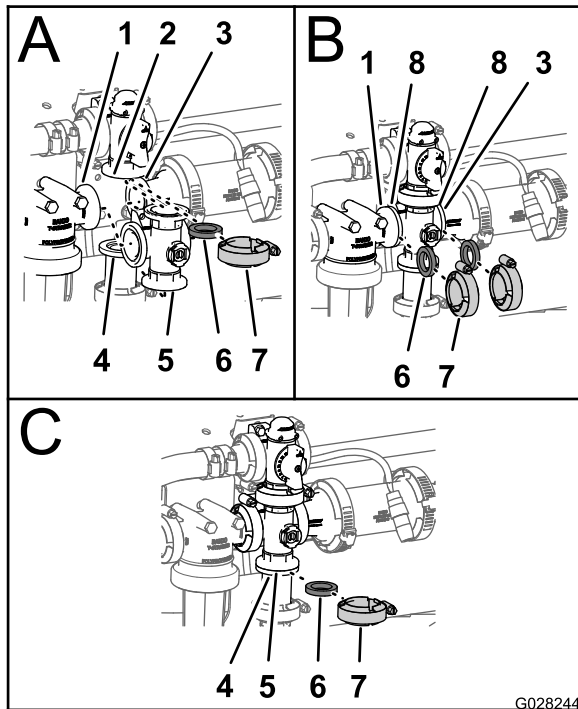

Bild 143
1. Fluchten Sie den Flansch des Rührwerksicherheitsventils, eine Dichtung und den Flansch des Endkappen-Anschlussstücks des Rührwerkventilverteilers aus (Bild 143).
2. Montieren Sie das Rührwerksicherheitsventil, die Dichtung und den Rührwerkventilverteiler mit einer Klemme und ziehen sie mit der Hand an (Bild 143).
3. Fluchten Sie eine Dichtung zwischen den Flanschen des Druckfilterkopfes und dem Rührwerkventilverteiler aus (Bild 143).
4. Befestigen Sie den Druckfilterkopf, die Dichtung und den Rührwerkventilverteiler mit einer Klemme und ziehen sie mit der Hand an (Bild 143).
5. Fluchten Sie eine Dichtung zwischen den Flanschen des Rührwerkventilverteilers und der Reduzierkupplung aus (Bild 143).
6. Befestigen Sie den Rührwerkventilverteiler, die Dichtung und die Reduzierkupplung mit einer Klemme und ziehen sie mit der Hand an (Bild 143).
7. Fluchten Sie eine Dichtung zwischen den Flanschen des Rührwerkventilverteilers und dem Adapteranschlussstück für das Rührwerkdrösselventil aus (Bild 143).
8. Befestigen Sie den Rührwerkventilverteiler, die Dichtung und das Adapteranschlussstück mit einer Klemme und ziehen sie mit der Hand an (Bild 143).